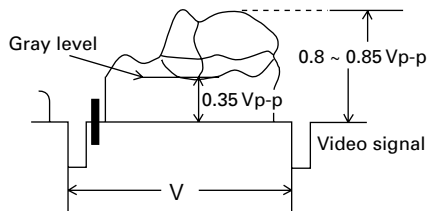

Abb.8
5. Stellen Sie den Schalter für die Eclipse-Funktion (S804 Nr. 4) auf EIN. Richten Sie die Kamera auf ein Bild mit sehr hellem Hintergrund und stellen Sie das Schwellwert-Poti (VR802) durch Drehung im Uhrzeigersinn so ein, dass das Videoausgangssignal am Kameraausgang auf etwa $0,8$ bis $0,85 V_{ss}$ begrenzt wird. (Siehe Bild 8)
6. Stellen Sie den im Bild 8 (Darstellung des Videosignals) dargestellten Graupegel mit dem Grauwert-Poti (VR804) auf $0,35 V_{ss}$ ein.